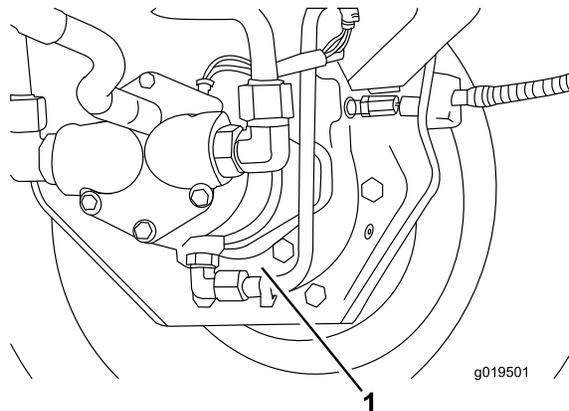

Figura 65
3. Coloque un recipiente debajo del alojamiento del freno, retire el tapón y deje que se drene el aceite (Figura 65).